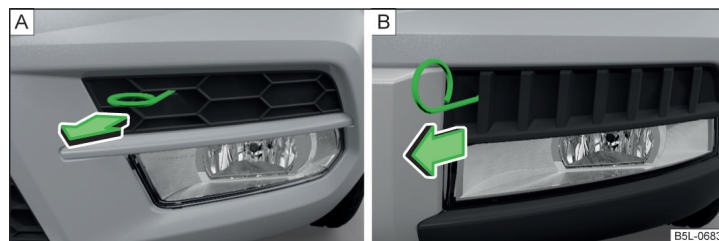

Fig. 199 Rejilla protectora: Variante 1 / Variante 2
- » Suelte la rejilla protectora en el sentido de la flecha » fig. 199 por medio del estribo para retirar los tapacubos integrales.
Antes de cambiar la bombilla, retire primero la rejilla protectora de los faros antiniebla » fig. 199 de la pág. 179 o » fig. 200 de la pág. 180.